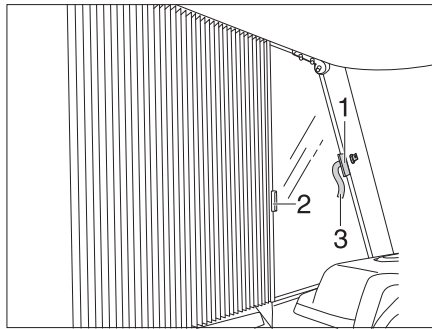

Fig. 87 Tendina oscurante pieghevole del finestrino del conducente e del passeggero
- Aprire la chiusura a velcro delle asole di bloccaggio (Fig. 87,3) su entrambi i lati.
- Afferrare le tendine oscuranti pieghevoli una dopo l'altra per le impugnature (Fig. 87,1 e 2) ed avvicinarle delicatamente chiudendole finché il fermo magnetico non blocca la tendina oscurante pieghevole.
- Tirare indietro delicatamente le tendine oscuranti pieghevoli con le impugnature (Fig. 87,1 e 2).
- Bloccare la tendina oscurante pieghevole la chiusura a velcro dell'asola di bloccaggio (Fig. 87,3).